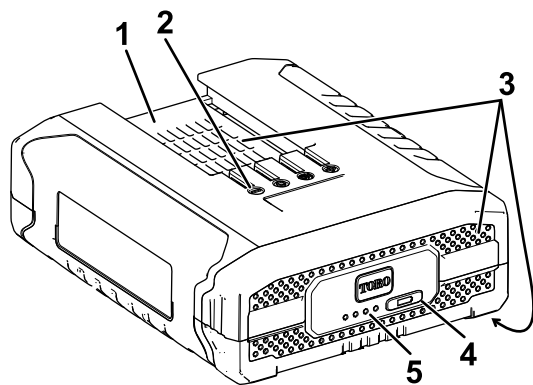

Figure 8
3. Alignez le creux de la batterie (Figure 8) sur la languette du chargeur.